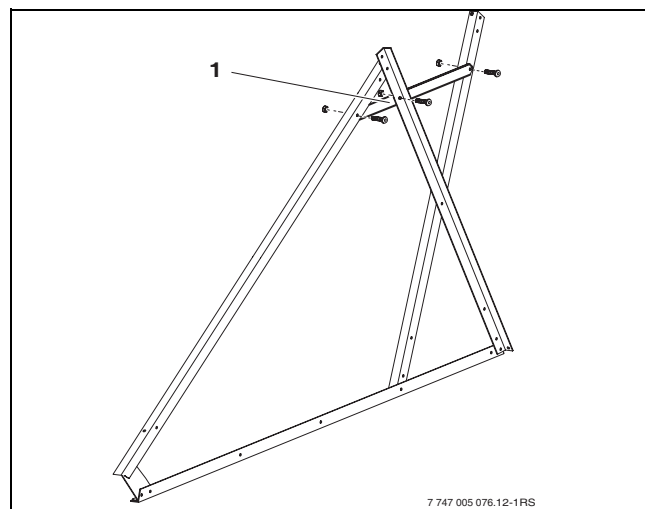

Fig. 19 Monter la baguette transversale
- ▶ Visser la barre transversale (→ fig. 19, [1]) avec les deux rails de support-ballon et le rail de support-captur.